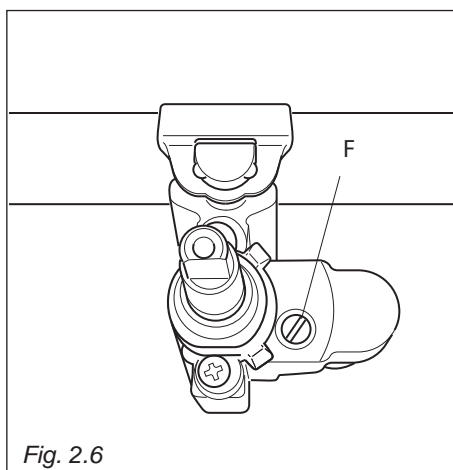

Fig. 2.6
- Sfilare la manopola del rubinetto e con un cacciavite a taglio agire sulla vite "F" (fig. 2.6) fino ad ottenere la fiamma desiderata.